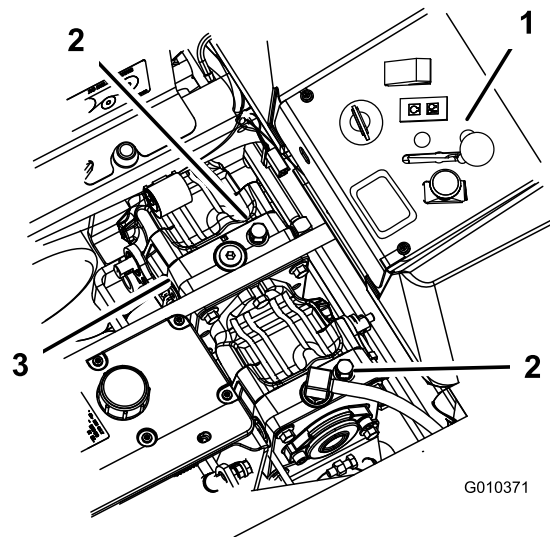

Figura 41
3. Gire las válvulas de desvío una vuelta en sentido antihorario para empujar la máquina (Figura 41).
Gire las válvulas de desvío una vuelta en sentido horario para conducir la máquina (Figura 41).